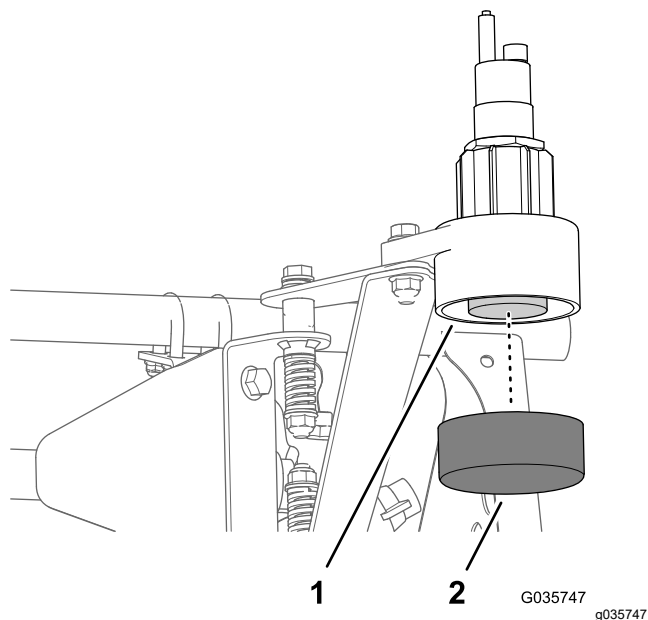

Figura 47
1. Montai capacul pe partea inferioară a carcasei inferioare (Figura 47).